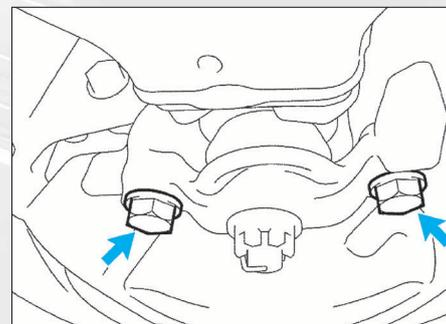

FIG. 5
- Déposer la platine inférieure de maintien du triangle inférieur (fig. 5).
- Déposer la platine de fixation de la rotule inférieure sur le pivot (**fig. 5**).